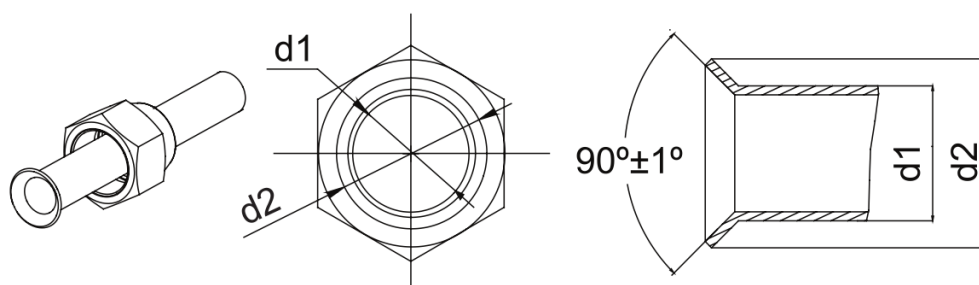

Figura 9
- (1) Corte la tubería de conexión con el cortador de tuberías y quite las rebabas.
- (2) Mantenga la tubería hacia abajo para evitar que las virutas entren en ella.
- (3) Retire las tuercas cónicas de la válvula de cierre de la unidad de exterior y dentro de la bolsa de accesorios de la unidad de interior, luego insértelas en la tubería de conexión. Luego abocine la tubería de conexión con una herramienta de ensanchamiento.
- (4) Compruebe que la parte ensanchada esté distribuida uniformemente y que no tenga grietas (ver Figura 9).